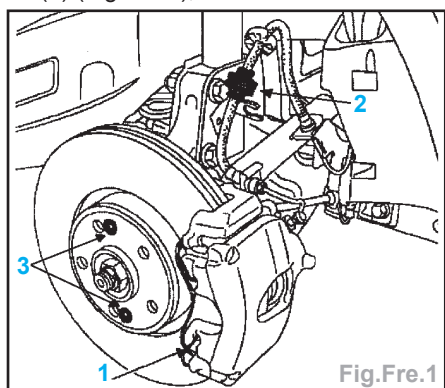

Fig.Fre.1
- le ressort de la face avant de l'étrier (1) (Fig.Fre.1),
- les deux vis (3) de fixation du disque (Fig.Fre.1),